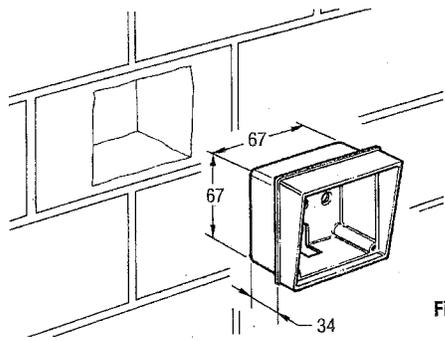
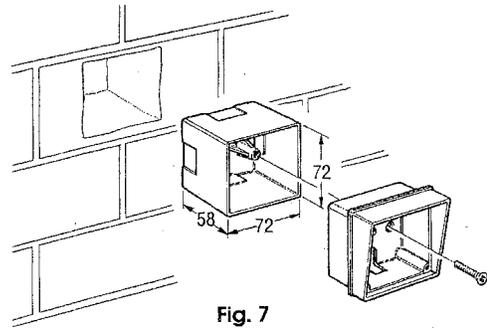

Fig. 6
Fig. 7
1) A MURARE (Fig. 6 - 7)
La scatola può essere murata direttamente (Fig. 6) oppure inserita in un apposito contenitore plastico cod. 720043 (Fig. 7).